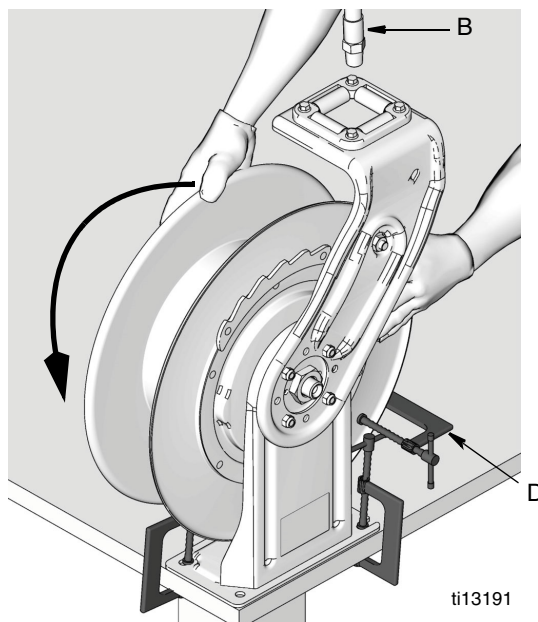

FIG. 11
2. Avant d'installer le flexible, fixez un collier en C (D) sur la bride de l'enrouleur pour éviter qu'il ne se déverrouille accidentellement et pivote librement. (FIG. 11).
4. Tout en portant des gants de sécurité, saisissez fermement la partie extérieure du rebord de la bride de l'enrouleur avec les deux mains. Faites tourner l'enrouleur du nombre de tours adéquat (consultez le tableau de référence suivant l'étape 1), en le faisant tourner dans le sens indiqué dans la FIG. 11.
8. Fixez l'extrémité du flexible (B) au pivot de l'enrouleur de flexible (A). Ensuite, retirez avec précaution le collier en C (D) (Fig. 11).